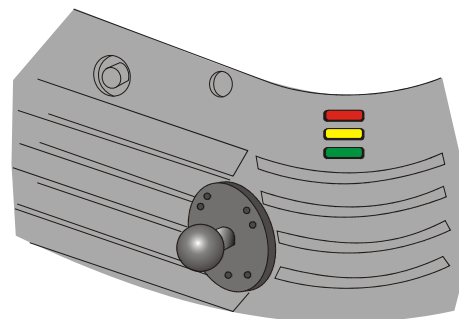

Рис. 5-1 Светодиоды состояния проектора
2. Проверьте состояние индикаторов состояния на углах задней панели проектора (**Рис. 5-1**). Если они не указывают на выполнение каких-либо операций, перейдите к пункту 3.